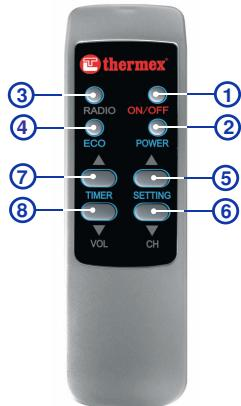

Fig. 5. Afstandsbediening voor modellen “IB”.
7.2.10. Afstandsbediening voor modellen “IB” (Fig. 5).